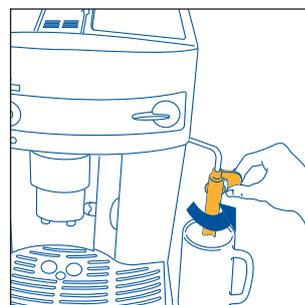
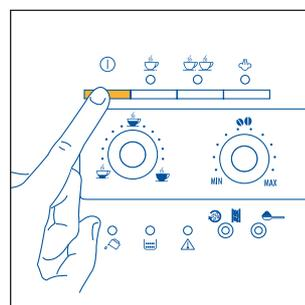

Fig. 3
Fig. 4
2. Empurre o emulsionador de cappuccinos para fora, coloque uma chávena por baixo (fig. 3) e ligue a máquina premindo a tecla  (fig. 4).
- Rode o emulsionador de cappuccinos para fora (fig. 3).
- Coloque um recipiente debaixo do emulsionador de cappuccinos (fig. 3).
- Empurre o emulsionador de cappuccinos para fora (fig. 3).